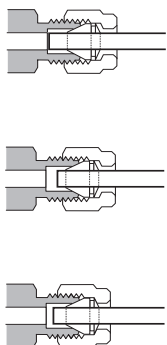

図 57. 完成したフィッティング
- 10 図 57 には、正しくねじ込まれた接続と正しくねじ込まれていない接続の両方が示されています。正しくねじ込まれたフィッティングの配管の端は、破損しておらずまたフェラルの動作を妨げないことに注意してください。